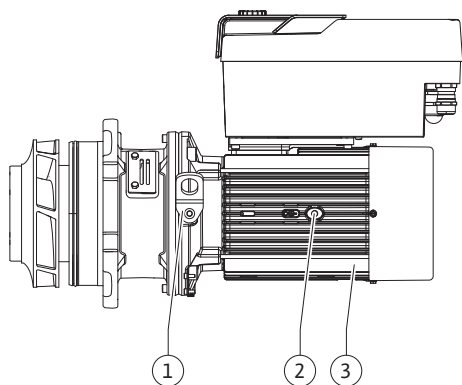

Fig. 112: Πτερωτή κινητήρα
13. Εισαγάγετε την πτερωτή κινητήρα (βλ. Fig. 112) στο κέλυφος της αντλίας και φέρτε την στην παλιά της θέση ή σε μια άλλη επιθυμητή θέση υπό γωνία. Για τα παραπάνω λάβετε υπόψη τις επιτρεπόμενες θέσεις εγκατάστασης των εξαρτημάτων (βλέπε κεφάλαιο "Επιτρεπόμενες θέσεις τοποθέτησης και αλλαγή της διάταξης εξαρτημάτων πριν από την εγκατάσταση" [► 28]).